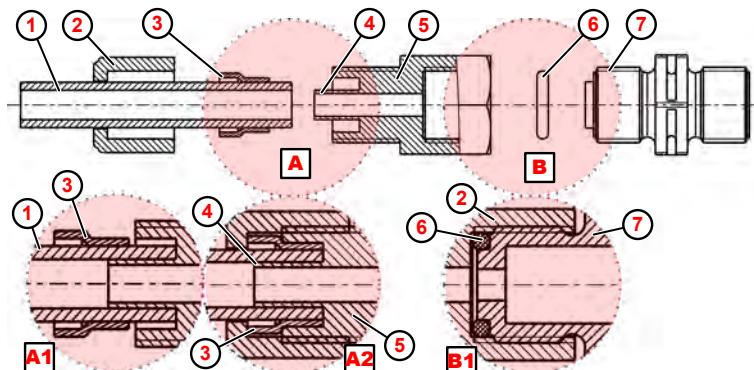

Fig. 7: Conexión de manguera y de tubo con manguito de apoyo integrado
1. Colocar la junta tórica ( Fig. 7 , ⑥ ) en la ranura de la válvula de descarga o aspiración ⑦ .
2. Apretar la unión roscada ⑤ (detalle B1 ).
3. Realizar un corte recto en la manguera ① .
4. Empujar la tuerca de unión ② sobre la manguera ① .
5. Empujar el anillo de apriete ③ sobre la manguera ① .
6. Empujar la manguera ① hasta el tope del manguito de apoyo ④ (detalle: A1 ).
7. Apretar la unión roscada ⑤ (detalle A2 ).